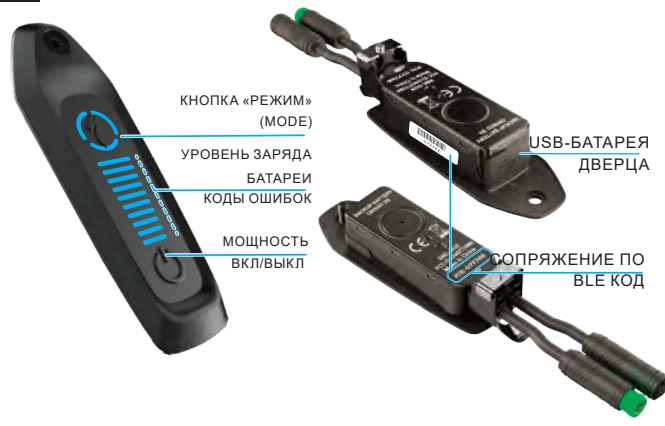
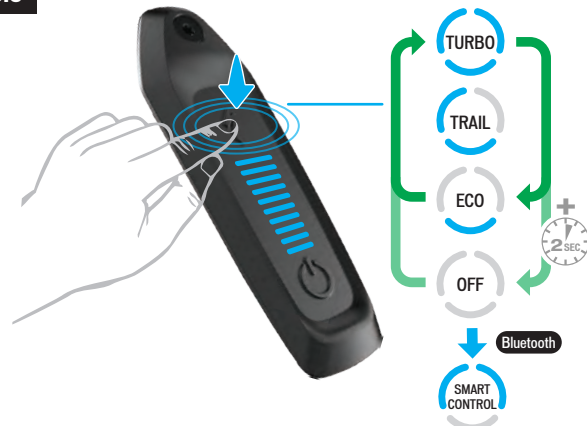

Рис. 8.1
Рис. 8.8
- Режимы настройки привода показаны вокруг кнопки S (режим) (рис. 8.1). Нажатие кнопки S последовательно переключает режимы (рис. 8.8).